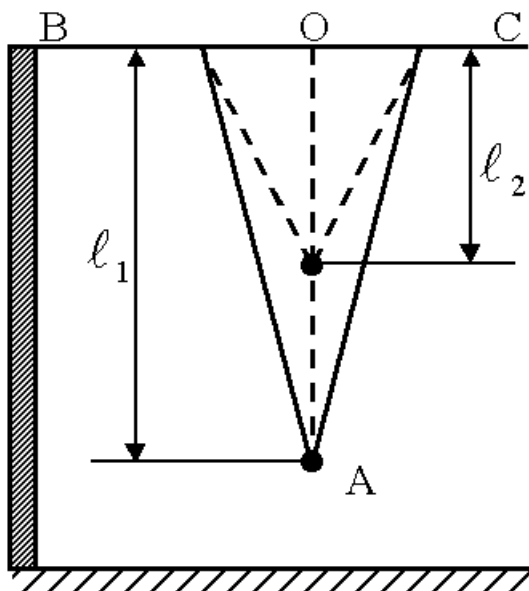

Рисунок 4.
Так как в формулу (5) входит разность длин маятников, то можно измерить расстояние точки O до точки подвеса шарика (\cdot)А (рисунок 4).